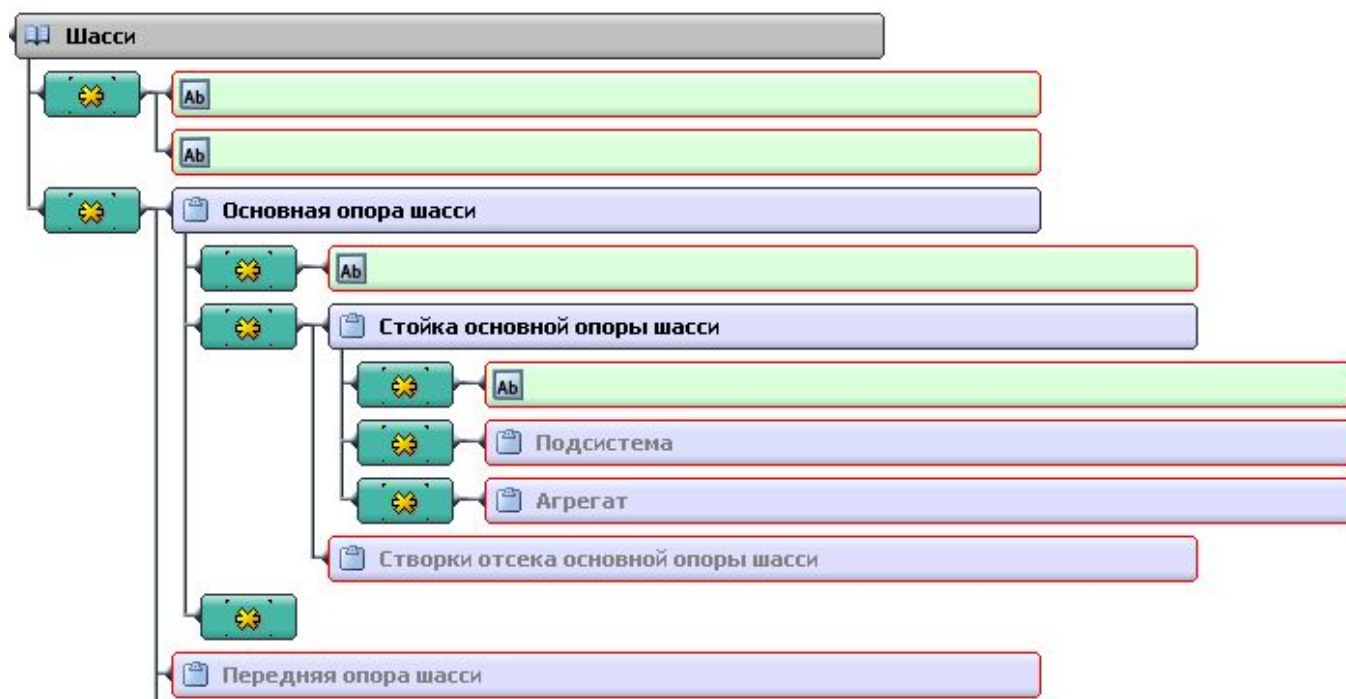

Рис. 2.57
8. Для развертывания структуры элемента «Стойка основной опоры шасси» нажмите на значок  в левой части прямоугольника (Рис. 2.57).